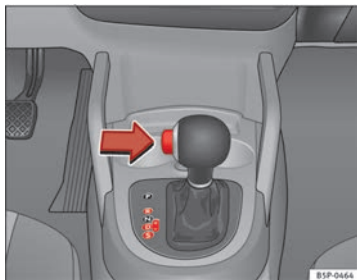

Abb. 145 Fahren
- Drücken Sie den Taster am Wählhebel (links) ⇒ Abb. 145.